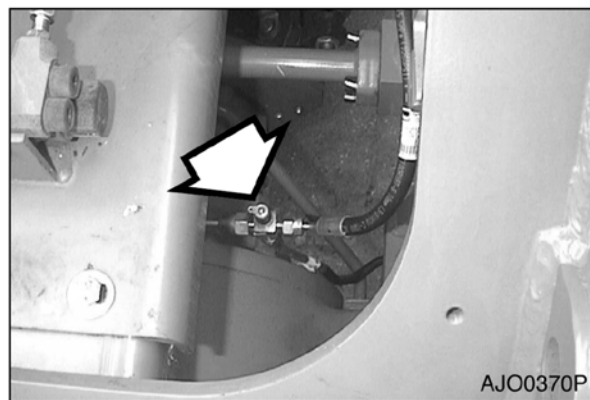

Рис. 99
1. Подключите манометр к контрольному отверстию давления тормоза (рис. 99) на переднем мосту.